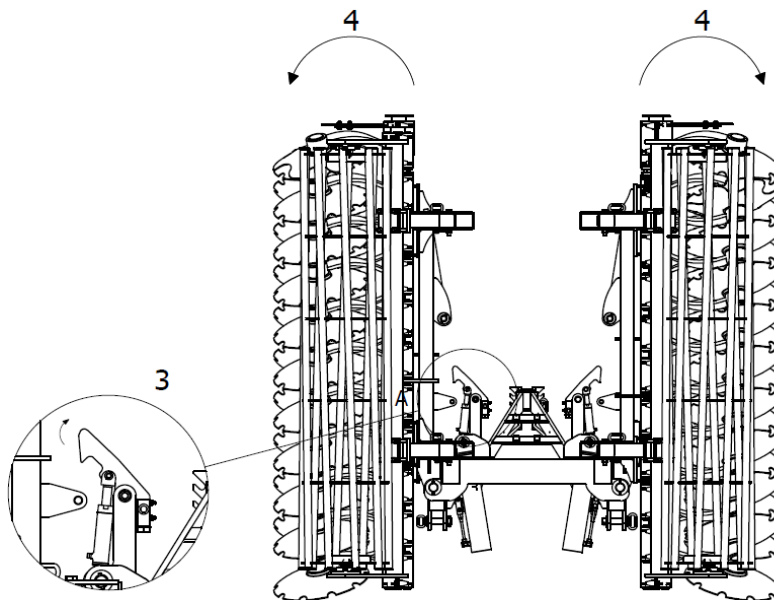

Abb. 9 Reihenfolge der Öffnung der Maschine: 3 - den Haken der hydraulischen Flügelverriegelung lösen, 4 - die Flügel der Maschine öffnen.
3. Nachdem Sie sich vergewissert haben, dass der Haken der hydraulischen Flügelverriegelung die Entriegelung der Maschinenflügel ermöglicht, können Sie diese vollständig öffnen (Abb. 9).